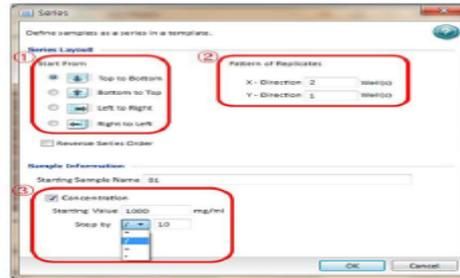

Figure 7. Series window
- ① 원하시는 group을 Groups에서 선택하시거나 추가 하실 수 있습니다.
- ② Well location을 mouse를 이용해 drag 하십니다.
- ③ Assign button을 누르시면 standards group이 형성되며 특정 색깔이 정해집니다.
- ④ 또한 background reduction을 위해서 Plate Blank (plate 전체 blank)나 Group Blank (group 별 blank)를 선택하실 수 있습니다.
20. 이 상태에서 농도 별로 setting을 원하신다면 Series button을 누르신 후 다음과 같이 진행하시면 됩니다 (Fig. 7).